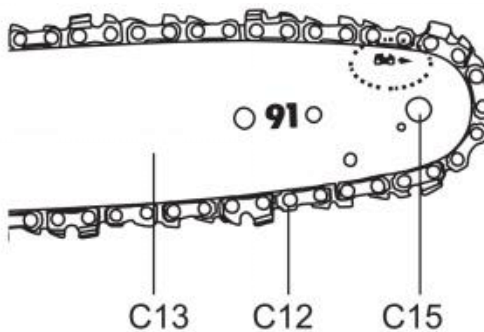

Fig. 11
7) Die Bewegung der Sägekette ist durch den Pfeil (Abb. 11) gekennzeichnet. Stellen Sie sicher, dass die Sägekette (C12) korrekt über dem Kettenrad (C15) der Führungsschiene (C13) liegt. (Abb. 11)